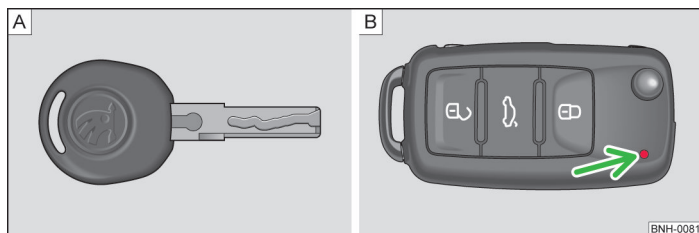
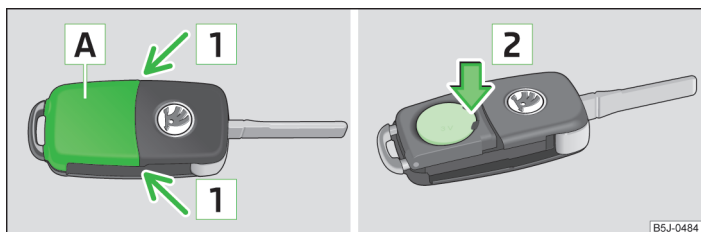

Fig. 8 Llave: sin mando a distancia/con mando a distancia
Fig. 9 Llave con mando a distancia: Quitar la tapa/extraer la pila
Con el vehículo se suministran dos llaves. En función del equipamiento, su vehículo puede estar provisto de llaves sin mando a distancia » fig. 8 - A o de llaves con mando a distancia » fig. 8 - B.
Cada llave con mando a distancia contiene una pila que está alojada debajo de la tapa **A** » fig. 9. Si la pila está descargada, después de pulsar una tecla de la llave, no parpadea el testigo de control rojo » fig. 8 de la página 31 - **B**. Le recomendamos encargar el cambio de la pila de la llave a un taller especializado. Si, de lo contrario, desea cambiar la pila descargada usted mismo, proceda como sigue.
- Presione la tapa del compartimento de la pila pulsando con el pulgar o con un destornillador plano en la zona de la flecha **1** » fig. 9.